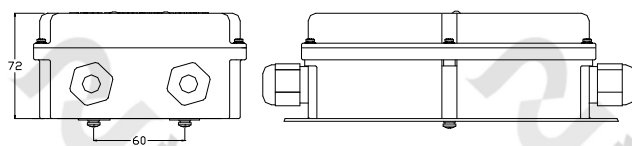

图 3 行架安装示意图
- 行架安装：首先应将安装板从底壳上拆卸下来，然后用 M4×10 螺钉将编址接口模块底壳安装到行架上。安装尺寸见图 3。